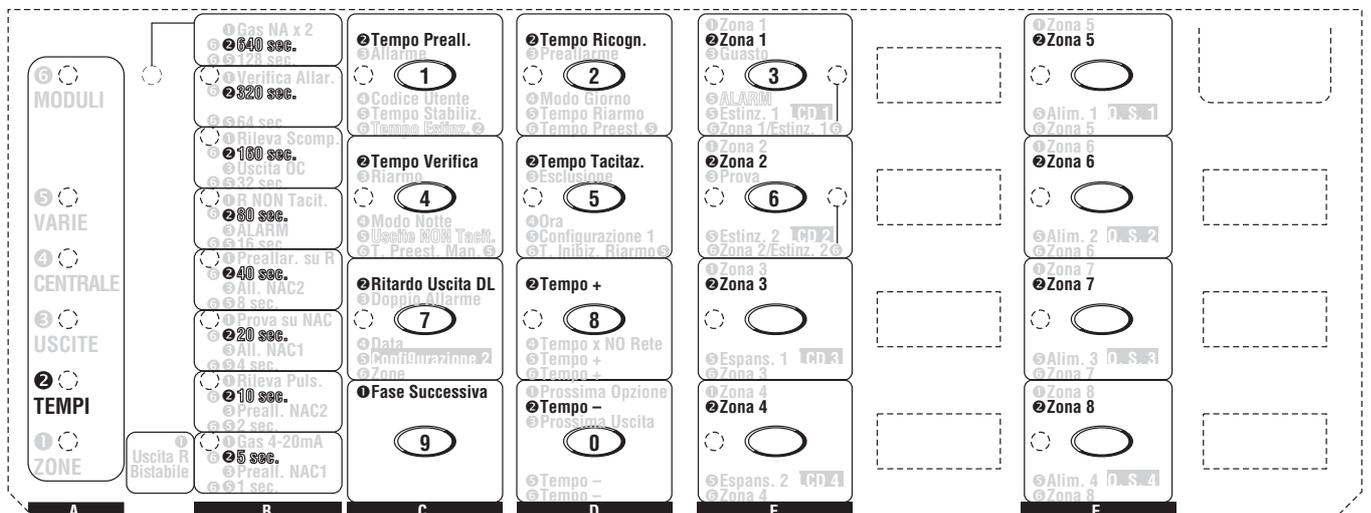

Figura 31 Programmazione tempi
La spia **TEMPI** lampeggia per indicare che si stanno programmando i tempi di funzionamento: in questa fase il significato delle spie e dei pulsanti è quello indicato dalle scritte precedenti dal numero ❷, come mostrato in Figura 31.